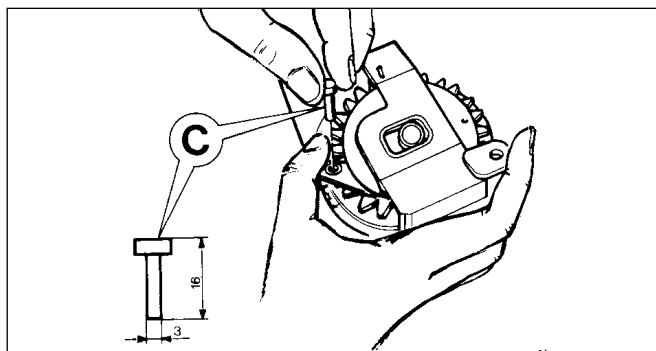

Abb. 20
- Vor dem Auseinandernehmen muß die Rückholfeder mit dem Einsteckstift **C** festgestellt werden (Abb. 20).
- Feder und Zahnkranz können nun zusammen entfernt werden (Abb. 2). Entfernen Sie dann den Sicherungsstift (Abb. 20-C) und lösen Sie die Feder langsam.